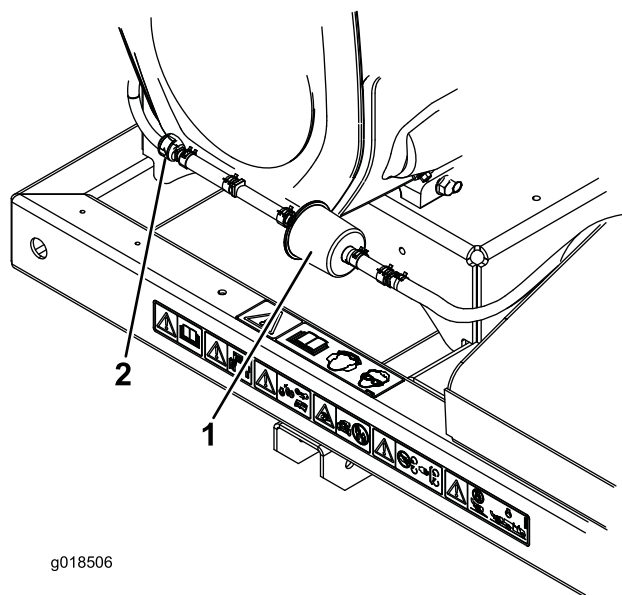

Figure 39
2. Éloignez les colliers à ressort de flexibles situés de chaque côté du filtre à charbon actif du conduit de purge (Figure 39).
3. Déposez le filtre à charbon actif et mettez-le au rebut (Figure 39).
4. Posez un filtre neuf dans le flexible en dirigeant la flèche vers le clapet antiretour et fixez-le en place avec les colliers (Figure 39).